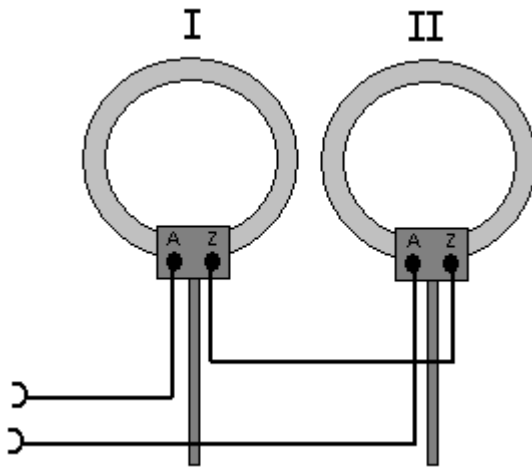

Fig. 1.1 Conexión en serie
- Para la configuración en serie, se debe conectar el clavijero Z de la bobina 1 al clavijero Z de la bobina 2 (véase fig. 1.1).